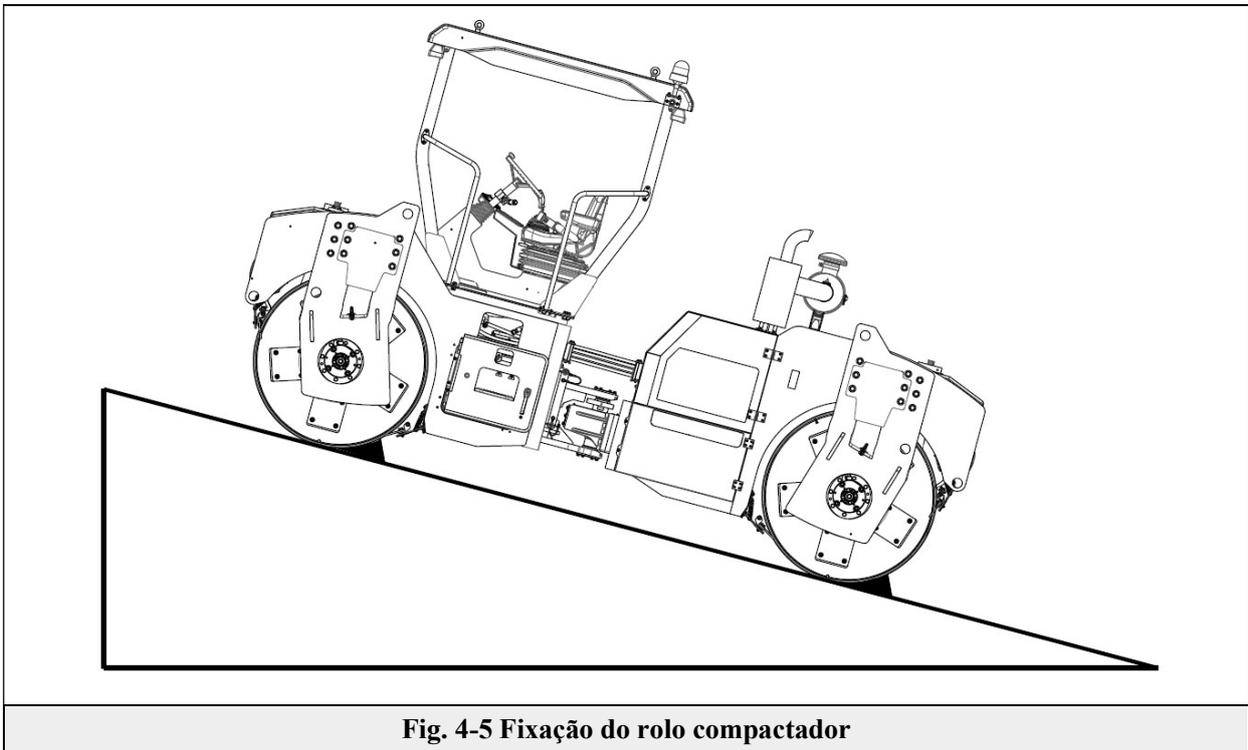

Fig. 4-5 Fixação do rolo compactador
1. Após a conclusão do trabalho, o rolo compactador deve ser estacionado em um terreno amplo e plano. Se tiver que ser estacionado em uma rampa, use pedras ou blocos para travar as rodas dianteiras e traseiras para evitar acidentes (ver a Fig. 4-5).